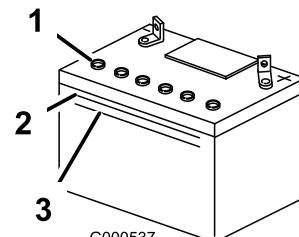

Figure 40
- Observez le côté de la batterie. Le niveau de l'électrolyte doit atteindre le trait **supérieur** (Figure 40). Le niveau d'électrolyte ne doit pas descendre au-dessous du trait inférieur (Figure 40).
- Enlevez les bouchons d'aération de la batterie (Figure 40).
- Versez de l'eau distillée avec précaution dans chaque élément jusqu'au repère supérieur (Figure 40) sur le côté de la batterie.
- Attendez cinq à dix minutes après avoir rempli les éléments. Au besoin, ajoutez de l'eau distillée pour amener le niveau jusqu'au repère supérieur sur le côté de la batterie (Figure 40).